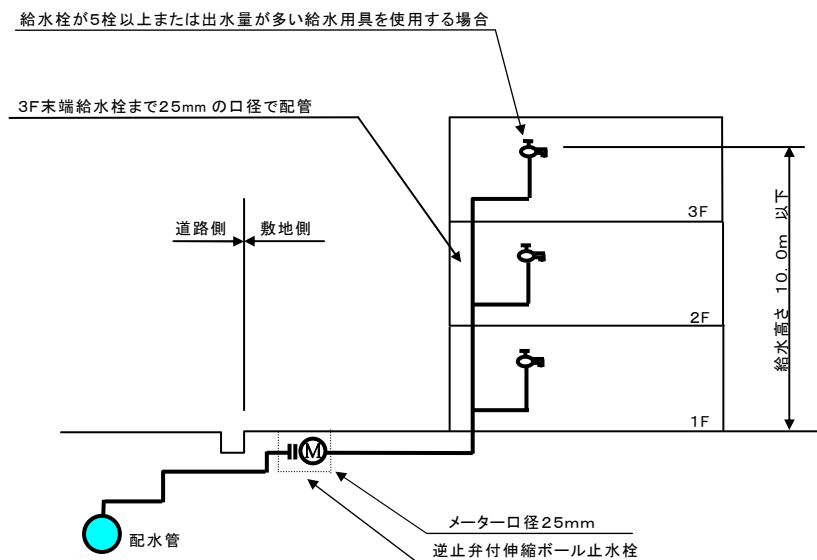

図 5-2 給水管口径 25mm の三階直結直圧式給水標準図
- ② 三階部分の給水栓数が5栓以上または出水量の多い給水用具を設置する場合は、メーター口径を25mmとすること。なお、この場合において、三階部分までの立上り管はメーターと同口径の 25mmの給水管で配管を行うこと。（図 5-2）